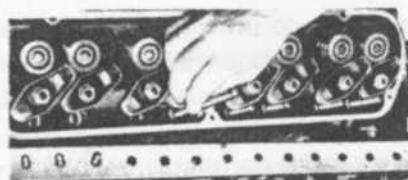

fig. 33
- Desapertar as porcas do prisioneiro dos balancins, de modo que os mesmos possam ser girados para o lado. Retirar as varetas das válvulas em ordem (fig. 33), de modo tal que as mesmas possam ser montadas em suas posições originais. Retirar as capas das válvulas de escape